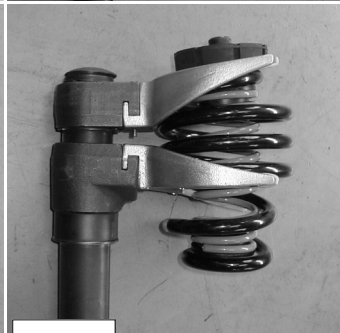

Fig.8.
8. Span de verenspanner op. Zie fig. 8.